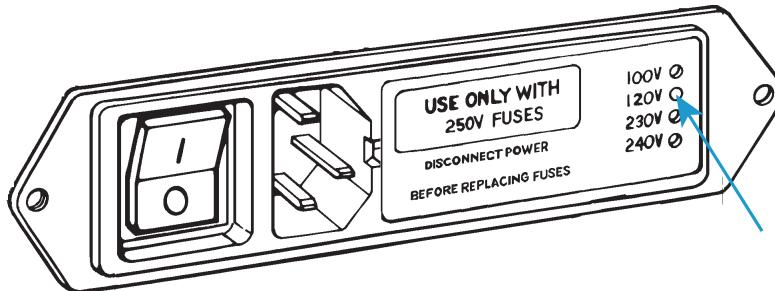

Figura 4. Connnettore dell'alimentazione in ingresso con impostazione della tensione
2. Ispezionare il connettore di ingresso dell'alimentazione e consultare Figura 4 a pagina 38. Sul lato destro del connettore sono disposti quattro fori in verticale, ciascuno corrispondente a una diversa tensione di linea. La tensione corrente è indicata da un perno di plastica bianco, visibile in uno dei fori. La tensione indicata in Figura 4 è 120 V.
3. Rimuovere il portafusibili (1) dal connettore di ingresso dell'alimentazione, esponendo la scheda del selettore di tensione (2) come mostrato di seguito.
4. Utilizzando le pinze lunghe, rimuovere l'unità di selezione della tensione (2) come mostrato di seguito. Il perno dell'indicatore di tensione è etichettato (3).
5. Posizionare la scheda del selettore di tensione in modo che il perno (3) punti verso l'alto, come mostrato di seguito. Mantenendo il perno ruotare la scheda finché in fondo alla stessa non appare la tensione desiderata, come mostrato di seguito.
8. Reinstallare il portafusibili nel connettore. Controllare che l'indicatore sia puntato sulla tensione d'ingresso corretta. Vedere la Figura 4 a pagina 38 per riferimento.